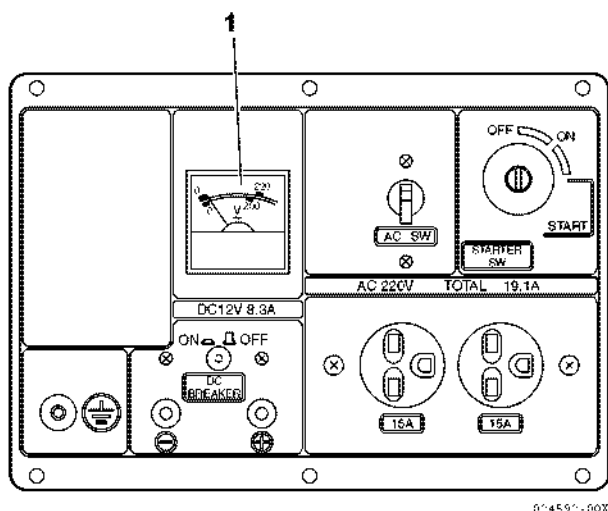
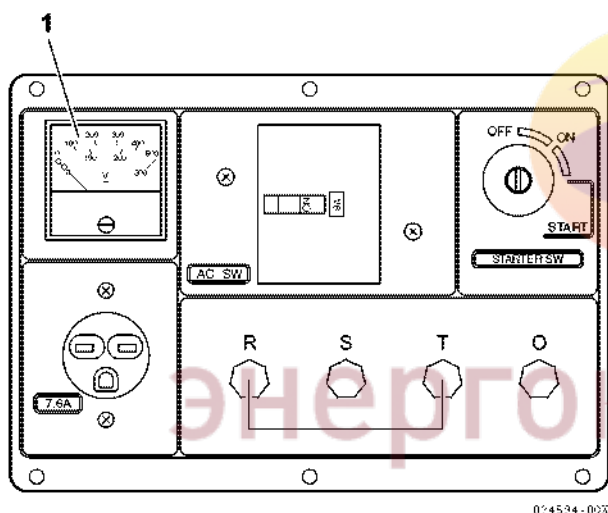

Рис. 61
Рис. 62
1. Заведите двигатель. См. **уск генератора на стр. 58.** Как только двигатель завелся, проверьте показания вольтметра (Рис. 59, (1)) или (Рис. 60, (1)) или (Рис. 61, (1)) или (Рис. 62, (1)) и убедитесь, что на выходе нужно напряжение. Если на вольтметре нулевые показания — **ОСТАНОВИТЕ** генератор; возможно генератор или вольтметр неисправен.